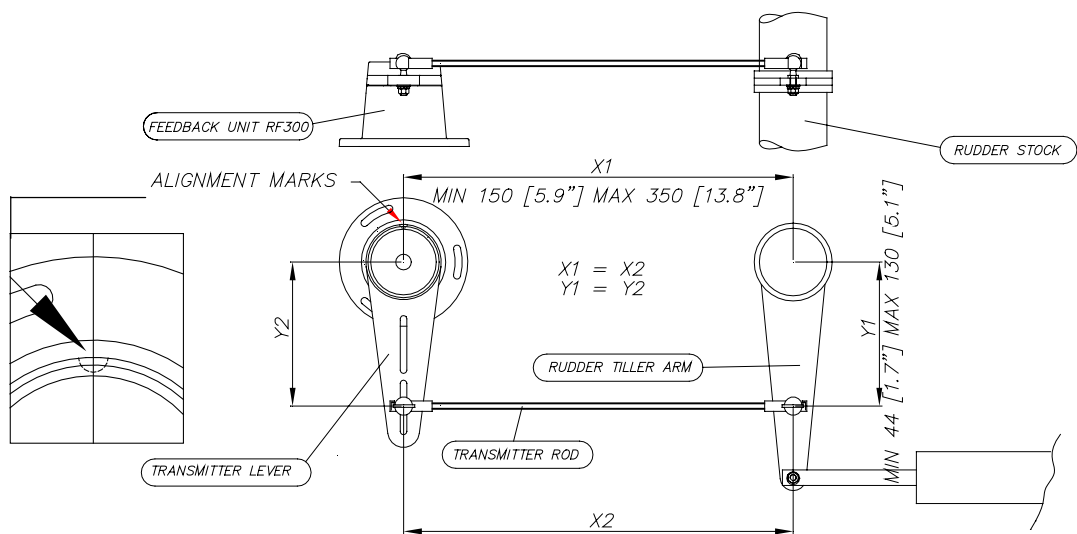

Abb. 3-3 RF300 Montage (019356)
Siehe Abb. 3-3 für die Einbauempfehlung. Es ist zu beachten, dass der RF300 Übertragungshebel zwei Langlöcher für die Übertragungsverbindung hat. Die Langlöcher bieten maximale
Zunächst ist das Übertragungsgestänge in die innere Abgrenzung des äußeren Langloches einzusetzen, sofern dies möglich ist (siehe Abb. 3-3). An der Ruderpinne ist mit einem 4,2 mm Bohrer und einem 5 mm Gewindebohrer eine Öffnung zu bohren. Die Ruderpinne drehen, bis der Abstand Y1 gleich Y2 ist (siehe Zeichnung). Das Kugelgelenk ist an der Ruderpinne oder am Quadranten zu befestigen und mit dem Übertragungsgestänge zu verbinden.
**Hinweis!** *Es ist besonders auf die Justierungsmarkierungen gemäss Abb. 3-3 zu achten. Aufgrund einer falschen Ausrichtung könnte ein Ruderrückgeber-Alarm erfolgen.*
Das Übertragungsgestänge mit dem RF300 verbinden. Für den RF300 einen Einbauort wählen, der parallel zur Mitte des Ruderschaftes verläuft, siehe Abb. 3-3. Der RF300 ist mit den dafür vorgesehenen Schrauben auf einem geeigneten Fundament zu montieren. Der Übertragungshebel und die Ruderpinne müssen auf gleicher Höhe sein. Ein eventueller Höhenunterschied ist mit geeignetem Anpass-Material auszugleichen.